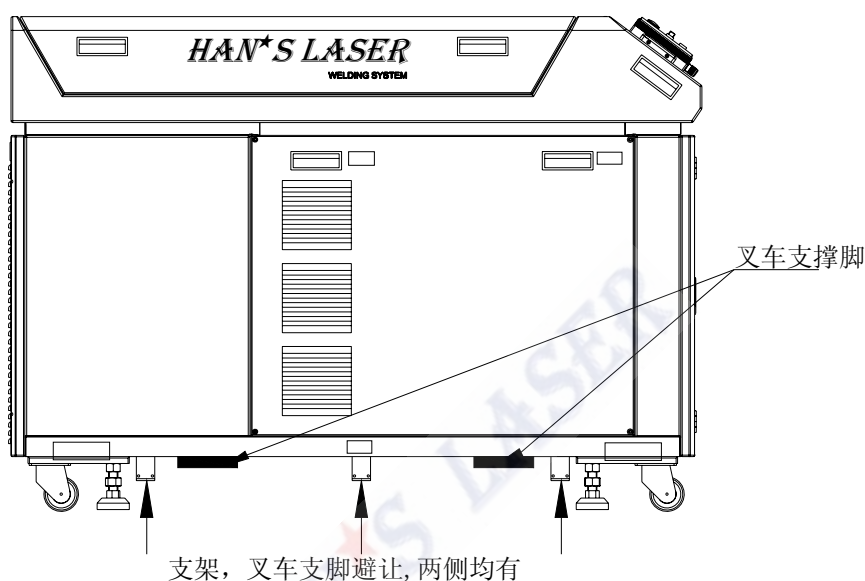

图 7-2 叉车支脚位置示意图
- 3) 裸机运输时要调整好叉车两支脚间的距离，使叉车两支脚不碰到设备脚轮及底部支架。叉车支脚放置位置如图 7-2 所示：